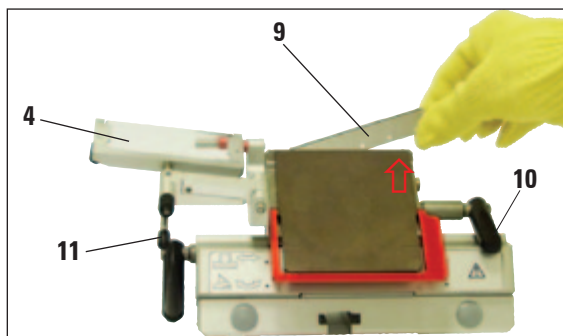

Abb. 3
1. Schnittstreckersystem (4) nach links klappen – dabei am Hebel (11) anfassen (nicht an der Einstellschraube des Schnittstreckers), damit die Höhe des Schnittstreckers nicht verändert wird (Abb. 3).
2. Klemmhebel (10) durch Drehen gegen den Uhrzeigersinn öffnen (Abb. 3).
3. Klinge (9) vorsichtig von oben oder von der Seite zwischen Andruckplatte und Klingenaufgabe einsetzen. Darauf achten, dass die Klinge mittig eingesetzt wird und gleichmäßig auf dem Absatz (siehe roter Pfeil in Abb. 3) liegt.